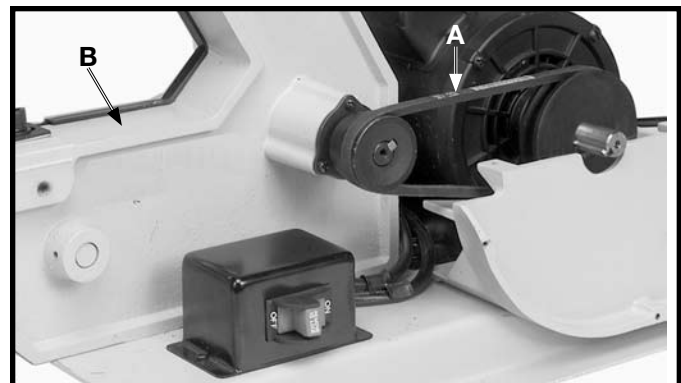

Fig. 4
2. Assembler la courroie d'entraînement (A) fig. 4, aux deux poulies comme indiquée.
3. Glisser le module du bâti de la ponceuse à courroie (B) fig. 4, vers l'avant jusqu'à l'obtention d'une déviation d'environ 6,4 à 12,7 mm (1/4 à 1/2 po) de la courroie à la portée centrale des poulies en utilisant une légère pression du doigt.